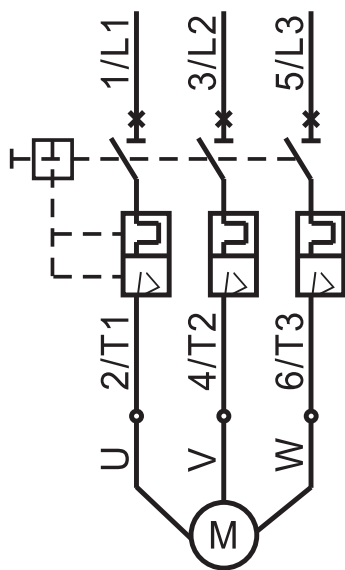
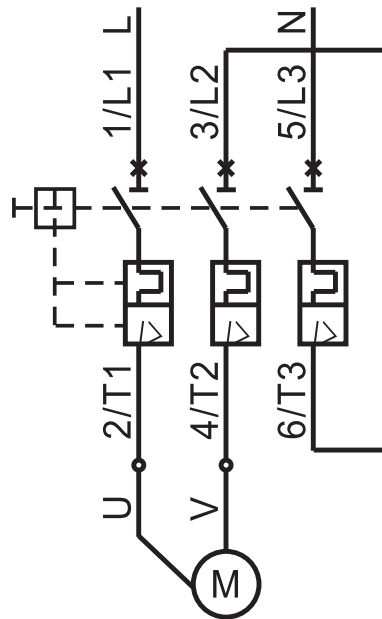

图4 断路器工作原理图
图5 单相或直流电动机应用接线图
8.3.2 对于保护不同功能的电动机，其接线方法亦有所不同，其工作原理见图4；单相或直流电动机应用接线图见图5。